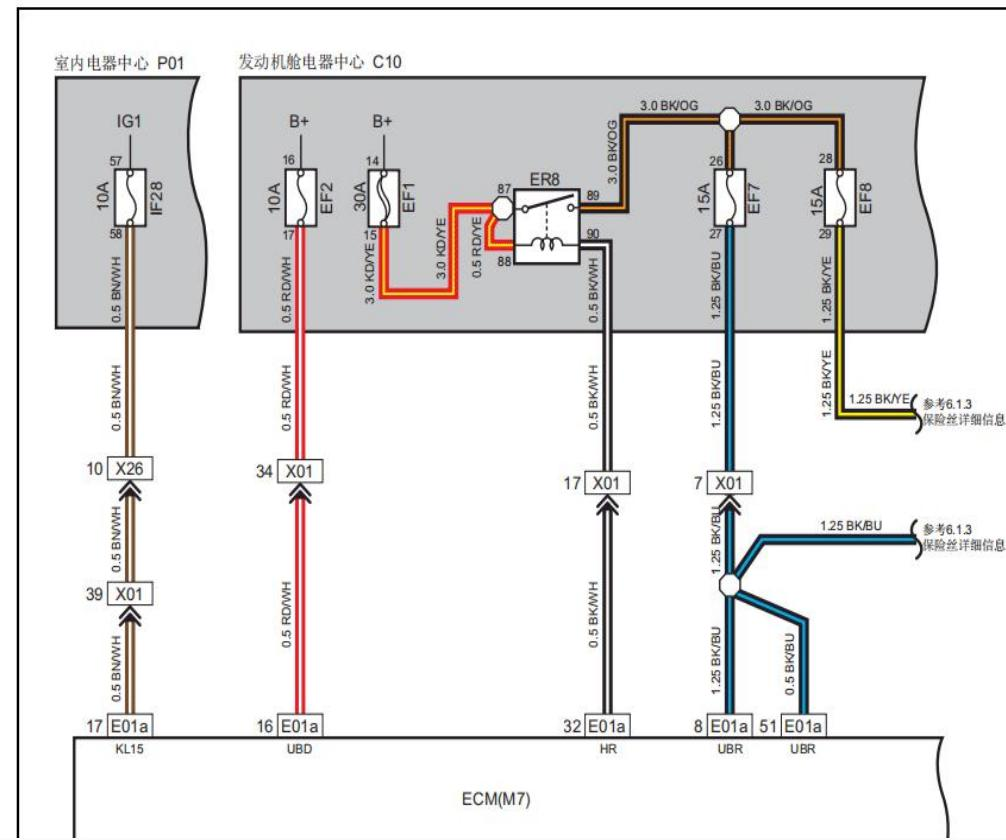

图1-3查询ECM电路图
- (4) 查询电路图ECM的16号、17号端子的作用。如图1-3所示。
- (5) 查询电子控制系统发现17号端子由IG1供电、16号端子由B+供电。由于ECM没有供电导致车辆无法启动。